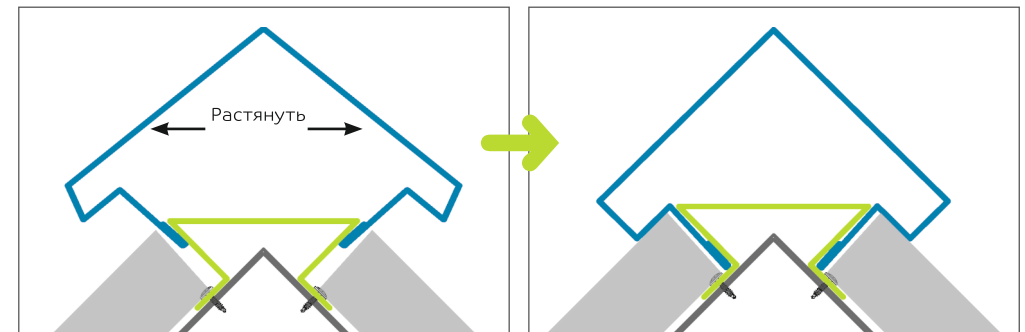

Рис. 5
- В верхней точке узла, разгибаются обе стороны верхней планки и заводятся на нижнюю. После чего постепенно двигаясь вниз надавливайте на планку, при этом придерживая её верхний край, чтобы избежать выскакивания (рис.5).